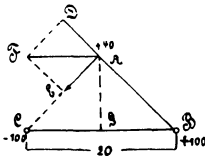

Abb. 34.
119. Wie gestaltet sich das Resultat der vorigen Aufgabe, wenn A senkrecht über der Mitte von CB im Abstände von $10 [12] (18) \text{ cm}$ sich befindet? (Abb. 34.)